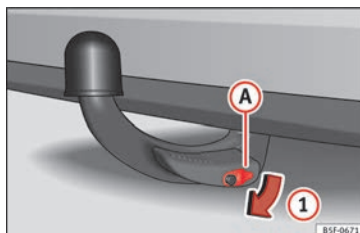

Fig. 233 Ritirare il coperchio della serratura.
- Estrarre il coperchio (A) della serratura nel senso della freccia (1) » fig. 233.